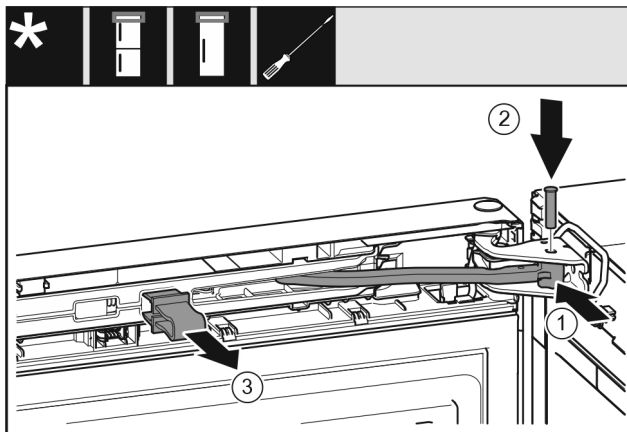

Fig. 21
- ▶ Forgassa be a csuklót a csapágybakba. Fig. 21 (1)
- ▶ Helyezze be a csapszeget a csapágybakba és a csuklóba. Közben ügyeljen arra, hogy a bekattanó bűtyök megfelelően illeszkedjen a horonyba. Fig. 21 (2)
- ▶ Vegye le a biztosítékot. Fig. 21 (3)